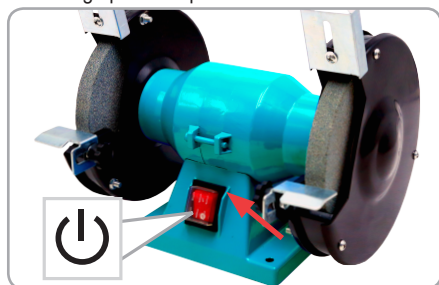

Fig. 11
- Pentru a porni mașina, apăsați pur și simplu întrerupătorul. Fig. 11